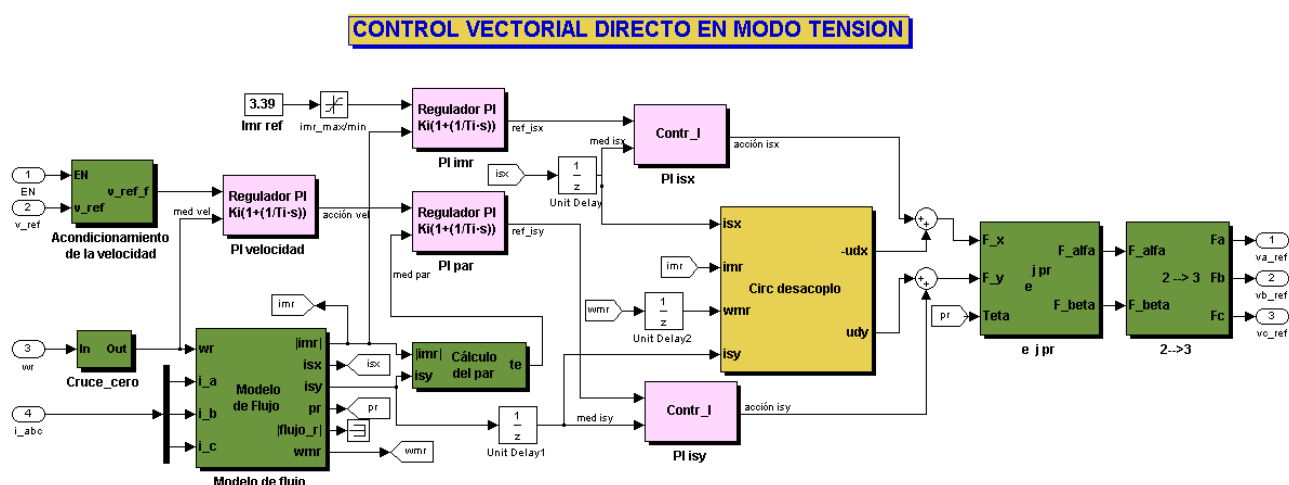

Fig. 8 "Control Vectorial Directo Tensión"
**Bloque “Control Vectorial Directo Tensión”, ver Fig. 8.**